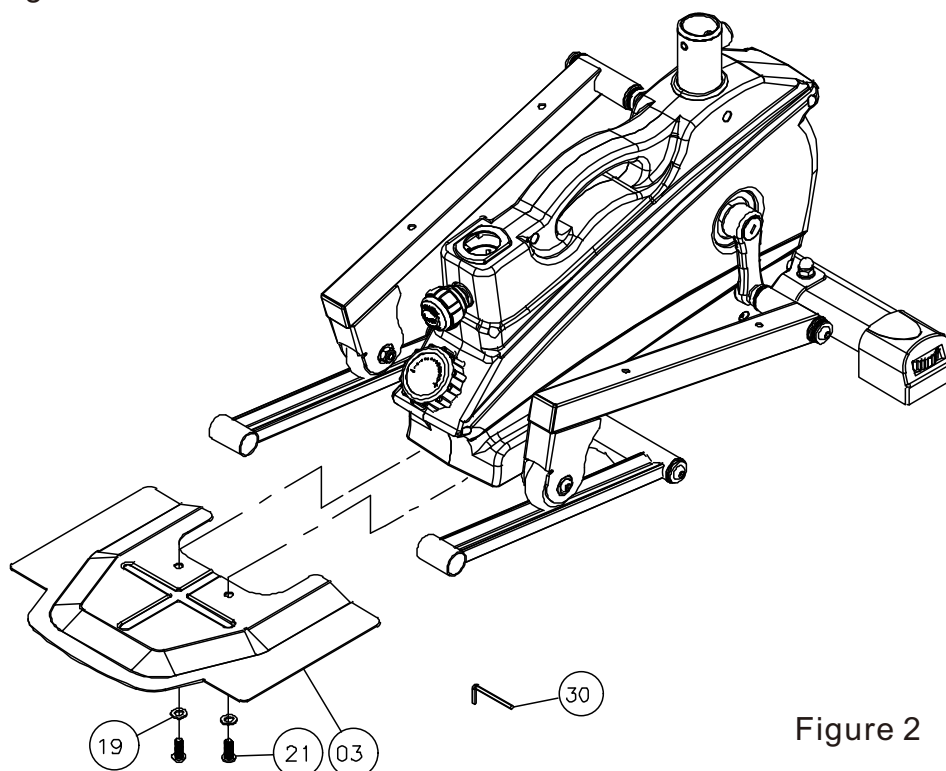

Figure 2
2. Utilisez 2 vis à tête ronde hexagonale creuse n° 21 et une rondelle plate n° 19 pour fixer la plaque de base n° 03 et l'ensemble du châssis principal n° 01. Comme illustré à la Figure 2 :